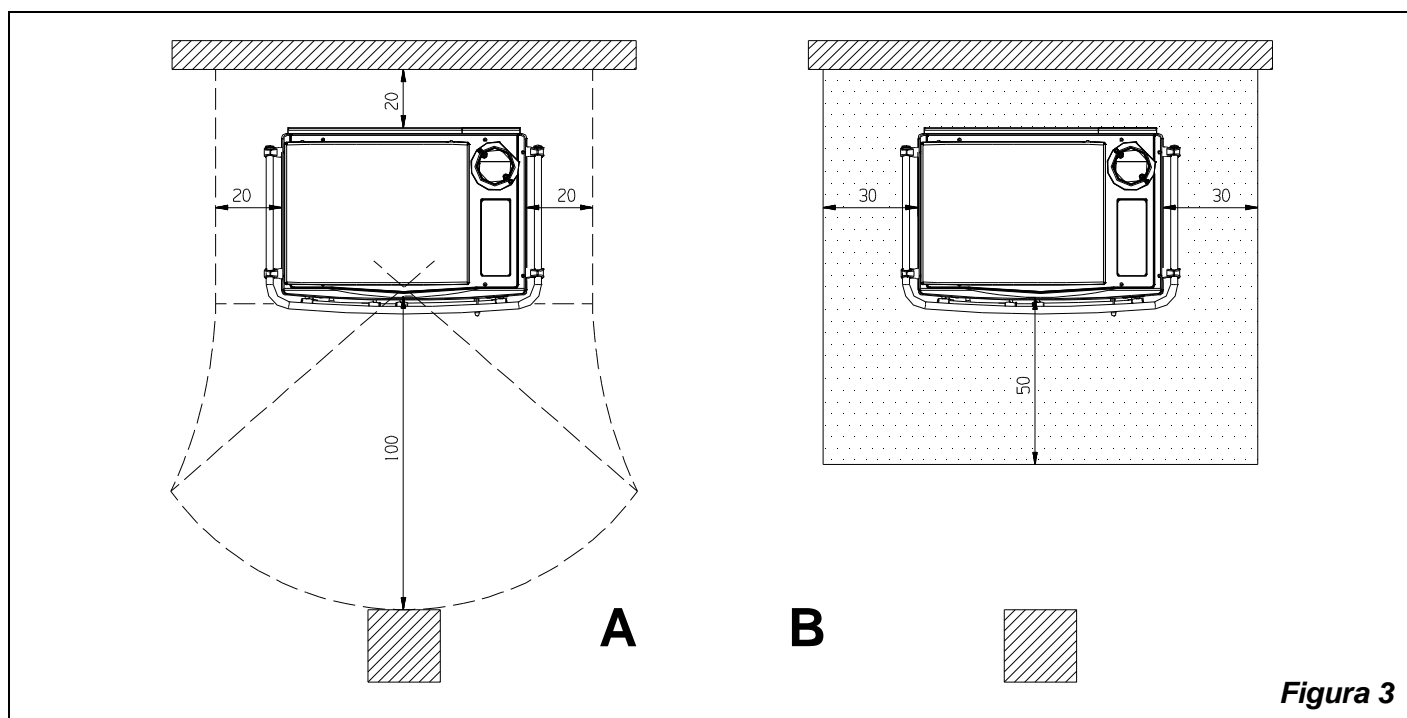

Figura 3
- a) la distanza minima da elementi costruttivi ed oggetti infiammabili e sensibili al calore (mobili, rivestimenti di legno, stoffe ecc.) deve essere di **20 cm** dal retro e da entrambi i lati; al fine di assicurare un sufficiente isolamento termico (Figura 3 pos.A).
Il rivestimento deve sporgere frontalmente di almeno **50 cm** e lateralmente di almeno **30 cm** oltre all'apertura della porta di carico (Figura 3 pos.B).